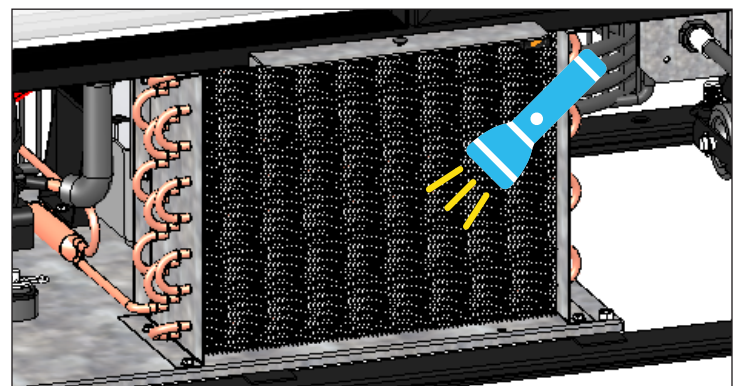

Fig. 4. Verifique que se han eliminado todas las obstrucciones.
4. Luego de eliminar la suciedad de la superficie del serpentín, use una linterna para verificar que puede ver a través del serpentín y observar cómo gira la paleta del ventilador del condensador. Véase la fig. 4.